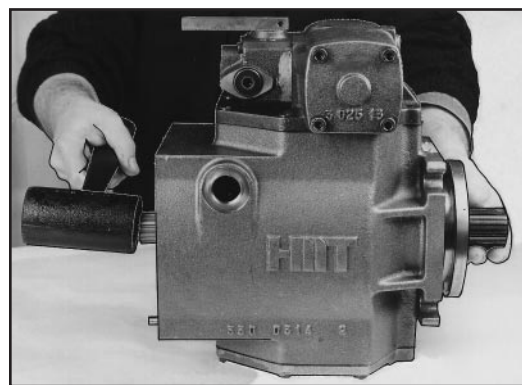

Fig. 11
5.4.5 - Aiutandosi con un martello di plastica sfilare l'albero (14) dalla parte anteriore completo di anello (15) con la guarnizione (58), cuscinetto a rulli conici (50), spessori di registro (16), guarnizione di registro (54), anello di tenuta (53), e coperchio (7) (fig.11,12).
5.4.5 - By the means of a plastic hammer, remove shaft (14) tapping on its rear end, together with ring (15) with its o-ring (58), tapered bearings (50), adjusting shims (16), adjustable seal (54), radial seal ring (53), and cover (7) (fig.11,12).